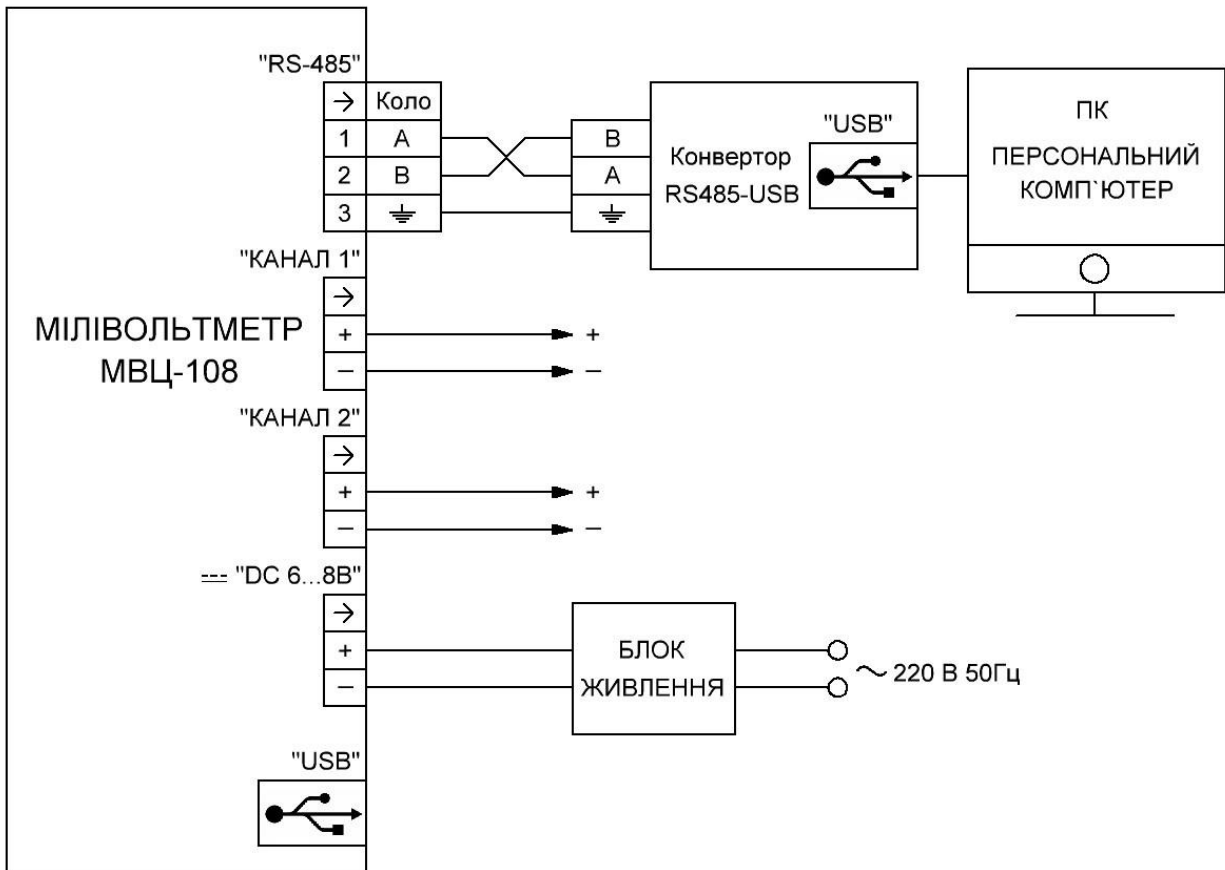

Рисунок 3. Схема з'єднань мілівольтметра
- з'єднати між собою мілівольтметр і ПК відповідно до схеми зовнішніх з'єднань (рисунок. 3);